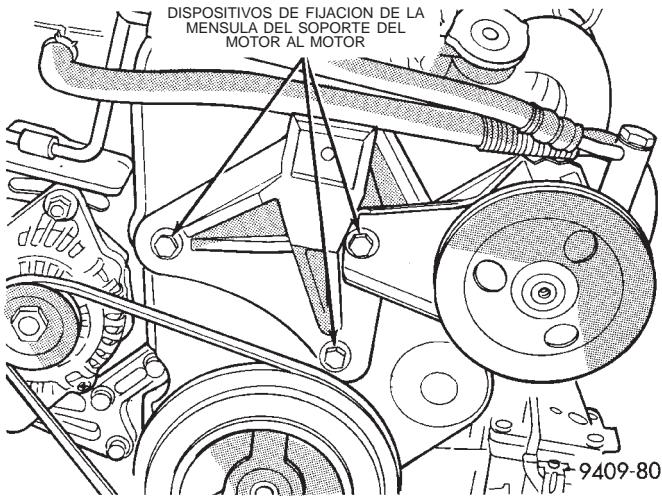

Fig. 43 Mensula del soporte derecho del motor
(4) Baje el vehículo y coloque un gato debajo del motor.
(5) Retire el soporte derecho del motor. Consulte el procedimiento descrito en esta sección.
(6) Retire el conjunto de la bomba de dirección asistida y déjela a un lado.
(7) Retire la ménsula derecha del soporte del motor (Fig. 43).